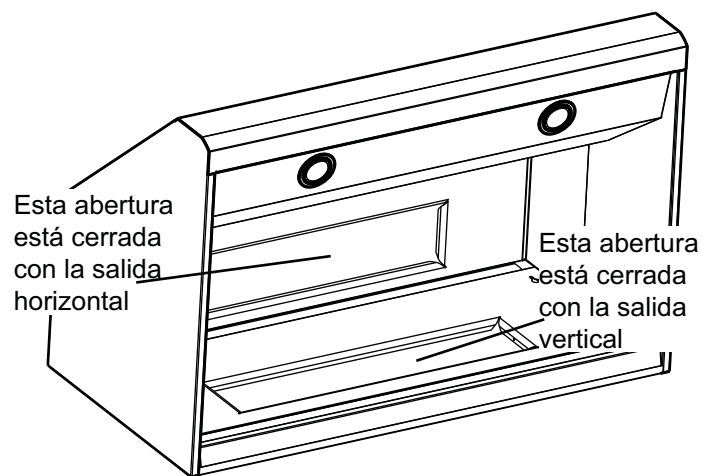

Figura 2: Orientación de la salida
Al expedir la campana, está configurada para una salida vertical. Para obtener una salida horizontal, desplace la placa de la salida en la parte superior de la campana, como se muestra en la Figura 2. Cuatro tornillos sujetan la placa en su sitio.
1. Alinee los agujeros de montaje del racor con los agujeros de montaje de la brida de ½ pulg. (13 mm) situada en la parte superior o trasera de la campana, según la orientación de la salida (vea la *Figura 2 en la página 7*).